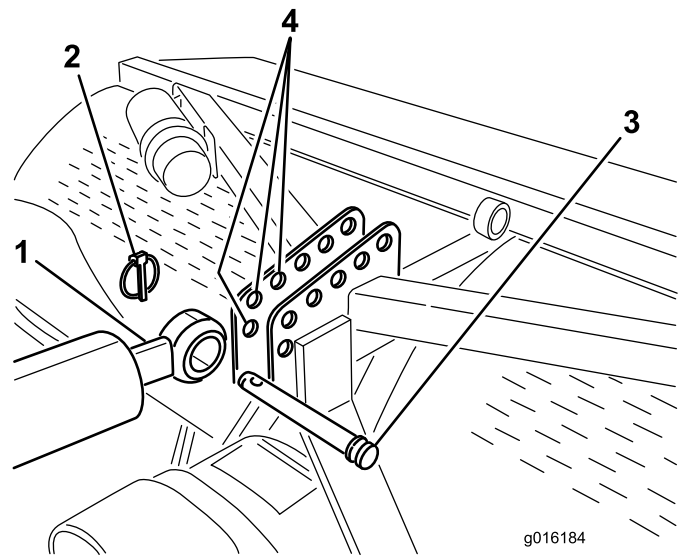
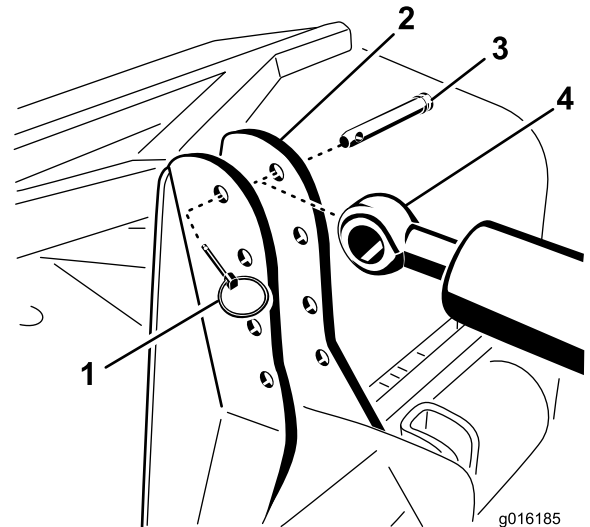

图6
图7
- 使用连杆销和保险销将液压顶部连杆的杆端固定至打孔机支架上最靠前的孔图6或图7。